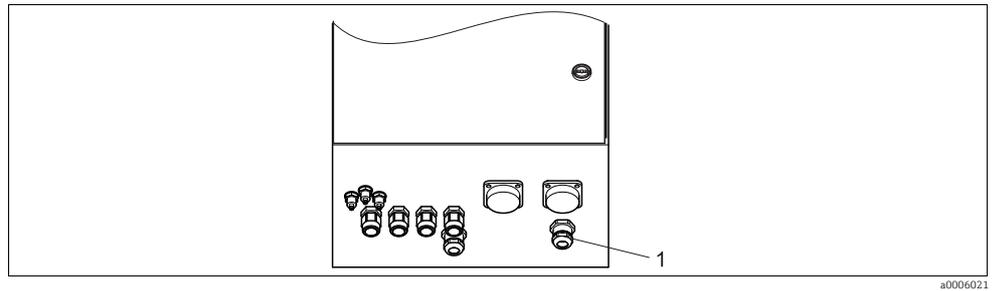

Abb. 19: Durchführung Niveausonden-Kabel
1. Führen Sie die Kabel der Niveausonden für Puffer und Reiniger durch die Dreifach-Pg-Verschraubung hinter dem Multischlauch-Anschluss (siehe Abb. 19).